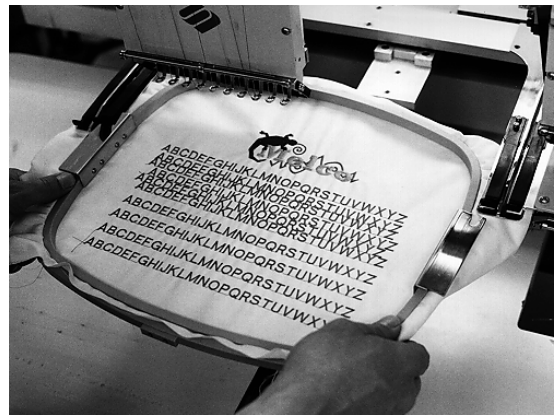

Figura 3-10
2. Introduzcan los bastidores circulares desplazando las abrazaderas laterales debajo las abrazaderas de resorte que se encuentran en los brazos del soporte. El soporte con la ranura abierta en la extremidad irá en la parte derecha (consulten la Figura 3-10). Asegurense que la ranura entra en el pasador del brazo del soporte, y que las abrazaderas están completamente fijas debajo de las abrazaderas con resorte.